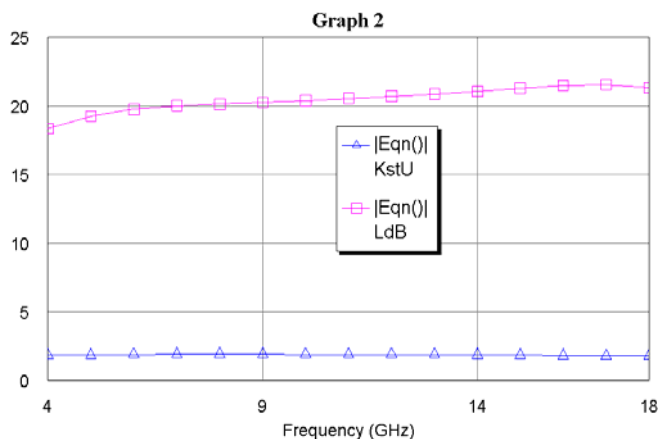

Рис. 3.46
7. Щёлкните левой кнопкой мышки по значку **Analyze** на панели инструментов. Результаты анализа отображаются на графике рис. 3.46.